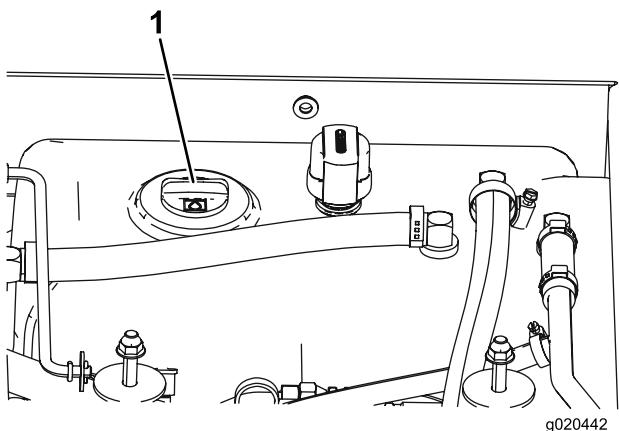

図 11
3. 油圧オイルタンクの注油口周辺をきれいに拭き、キャップ図11を外す。給油口からキャップを取る。